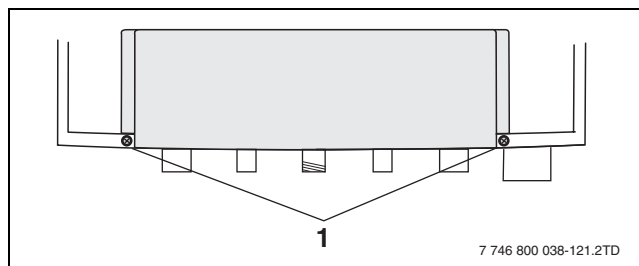

Fig. 46 Bedieningspaneel demonteren
- Demonteer het bedieningspaneel door de twee schroeven (→ fig. 46, **pos. 1**) los te draaien en hang daarna het bedieningspaneel op aan de beugels (achterzijde bedieningspaneel).